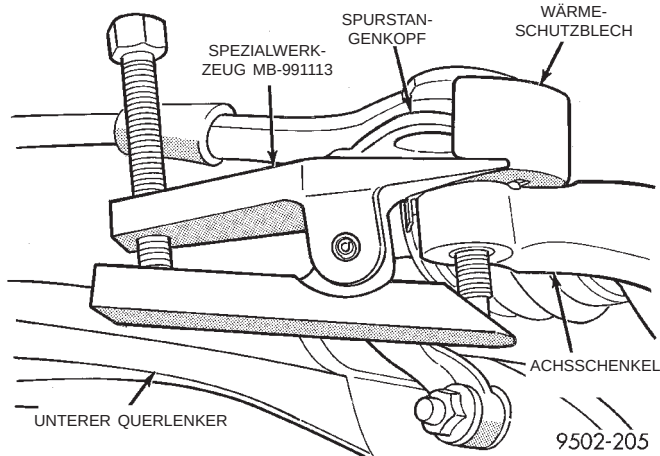
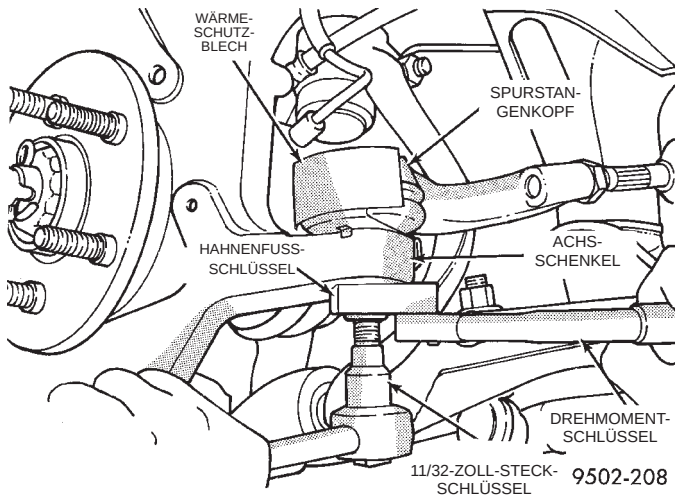

**Abb. 8 Spurstangenkopf aus dem Achsschenkel herausziehen**
**Abb. 22 Mutter des Spurstangenkopfes festziehen**
(7) Die Gewindebolzen beider Spurstangenköpfe mit Spezialwerkzeug MB-991113 aus den Achsschenkeln herausziehen (Abb. 8).
(11) Ggf. Wärmeschutzblech am Spurstangenkopf montieren (Abb. 8).
(12) Spurstangenkopf in den Achsschenkel einbauen. Mutter von Hand auf den Spurstangenkopf aufschrauben. Gewindebolzen des Spurstangenkopfes festhalten und die Mutter anziehen (Abb. 8). Dann mit einem Hahnenfuß-Schlüssel und 11/32-Zoll-Steckschlüssel (Abb. 22) die Mutter am Spurstangenkopf mit einem Anzugsmoment von 61 N·m (45 ft. lbs.) festziehen.